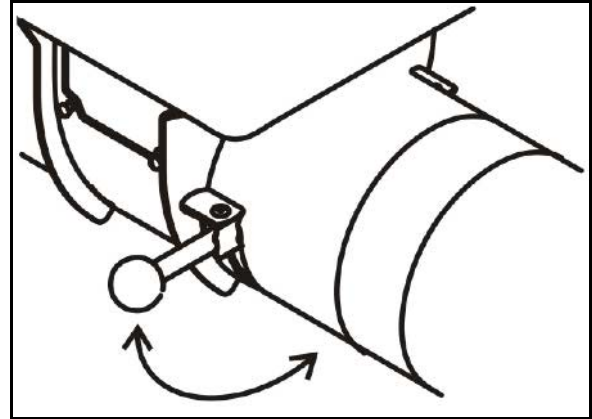

Fig. 110
4. Sicherung der eingeklappten Ausleger entriegeln (Fig. 110/1).